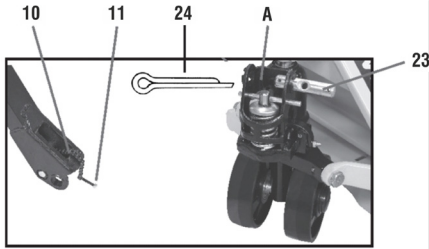

Fig. 2 – Eixo do cabo
- a. Retire o contrapino/cupilha (24) e remova totalmente o eixo (23). Encaixe o cabo na posição "A". Recoloque o eixo (23) passando pelo cabo e trave o conjunto recolocando o contrapino/cupilha (24), (fig. 2).